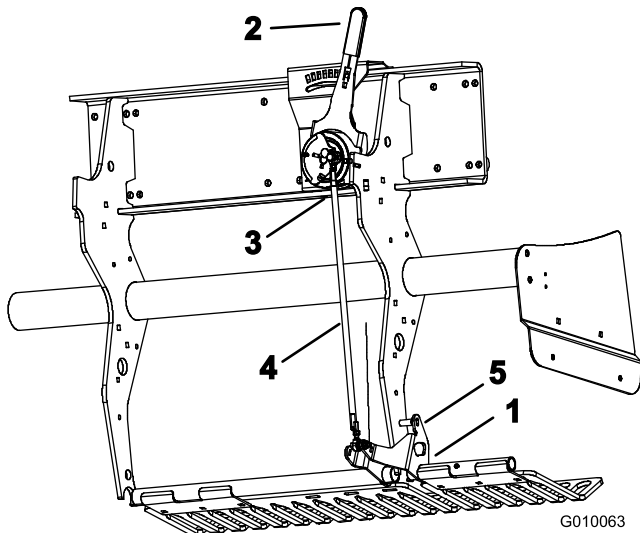

Bild 58
1. Drehen Sie die Befestigungshalterung der linken Rasenschutzvorrichtung (Bild 58) nach oben, bis ein Arretierbolzen (5/16-Drehstange oder -Schraube) zwischen die Halterung und dem am Rahmen angeschweißten Tiefeneinstellungsrohr eingesetzt werden kann.
2. Schieben Sie den Niederhalter-Hebel (Bild 58) auf die H-Stellung (tiefste Einstellung).
3. Schließen Sie den Außenkugelschalter (Bild 58) vom Kabelbaum ab (Schalter für das Absenken des Kopfes).
4. Lösen Sie die Sicherungsmuttern (linke und rechte Seite) an der Spurstange für die Tiefeneinstellung (Bild 58).